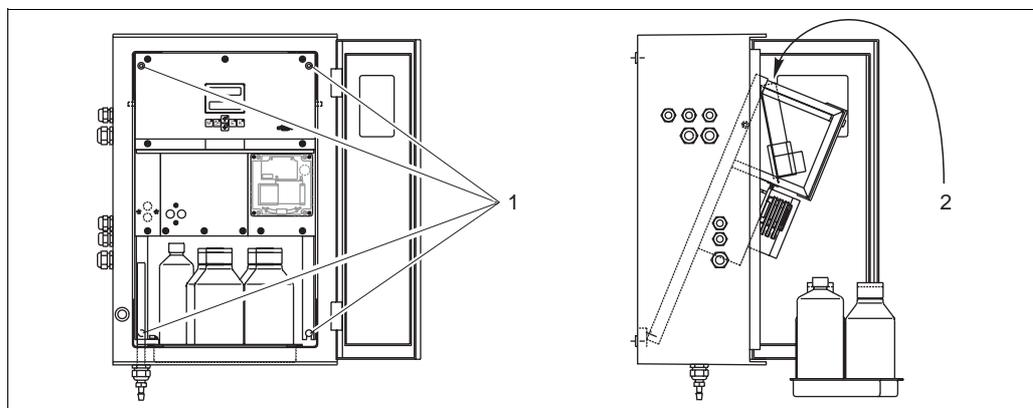

Рис. 13: Открытие монтажной панели анализатора
1. Ослабьте 2 нижних винта с внутренним 6-гранником SW 6 на 3 - 4 оборота (Рис.13 поз. 1).